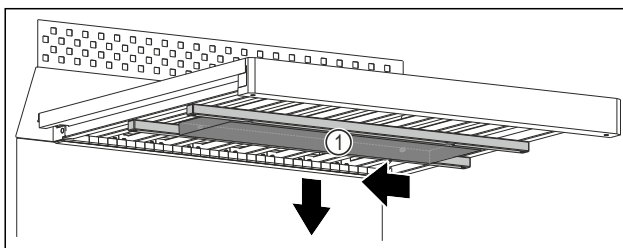

Fig. 105
- Spostare la vaschetta dell'acqua Fig. 105 (1) verso sinistra.
- Rimuovere la vaschetta dell'acqua Fig. 105 (1) verso il basso.